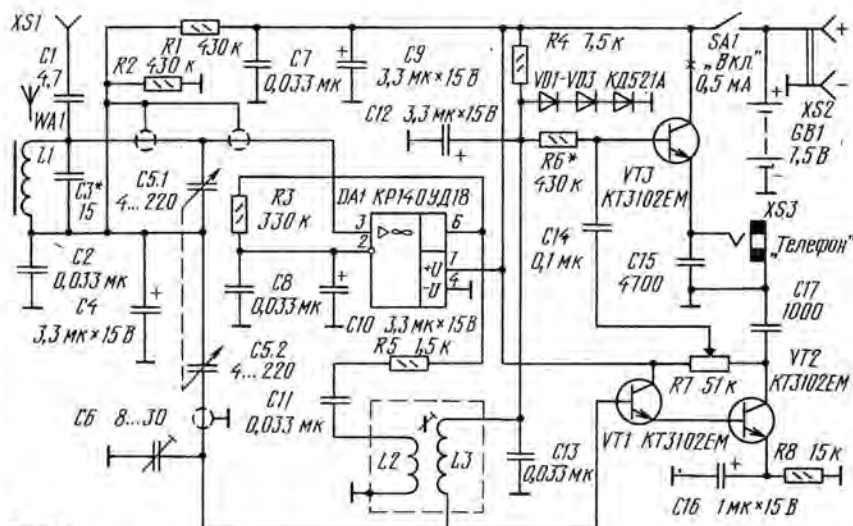

Рис. 1
Принципиальная схема приемника показана на рис. 1. Усилитель радиочастоты (УРЧ) собран на ОУ DA1 KP140UD18 (1) с высоким входным сопротивлением которого позволило подключить его вход непосредственно к контуру магнитной антенны без катушки связи. Причем ОУ практически не нагружает этот контур и его добротность определяется в основном собственными потерями. Для реализации возможности питания ОУ от однополярного источника на его неинвертирующий вход через катушку магнитной антенны с делителя R1R2 подается напряжение, равное половине питающего.